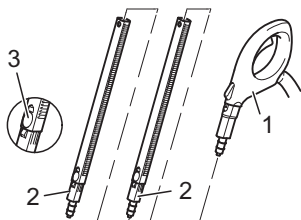

Abb. 2
1. Stecken Sie den Griff (Abb. 2/1) und die Verlängerungsrohre (Abb. 2/2) ineinander. Die Verriegelung rastet hörbar ein.
Sie können die Rohre auseinandernehmen. Drücken Sie dazu die Entriegelungstaste (Abb. 2/3) und ziehen Sie die Rohre auseinander.